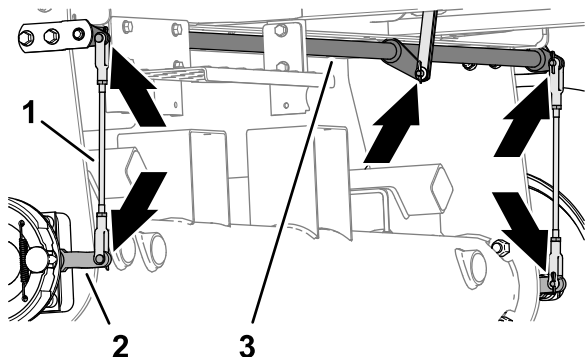

図 82
1. 左右のブレーキロッドアセンブリ図82に破損や摩耗がないか点検する。
2. ブレーキのピボットシャフト図82に摩耗や破損がないか点検する。